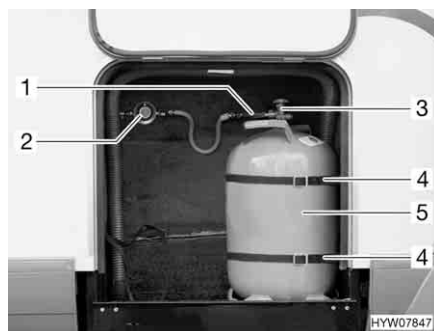

Fig. 119 Vano portabombole
- Chiudere la valvola principale di arresto (Fig. 119,3) della bombola del gas (Fig. 119,5). Osservare la direzione della freccia.
- Svitare manualmente il tubo del gas (Fig. 119,1), dalla bombola del gas (filettatura sinistrorsa).
- Allentare le cinghie di fissaggio (Fig. 119,4) ed estrarre la bombola del gas.